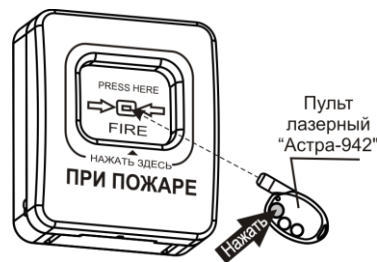

Рисунок 3
7.2.1 Режим «Тест РПД» активизируется при считывании индикатором кодовой посылки от пульта лазерного «Астра-942» (рисунок 3) или запуском режима с ППКОП.